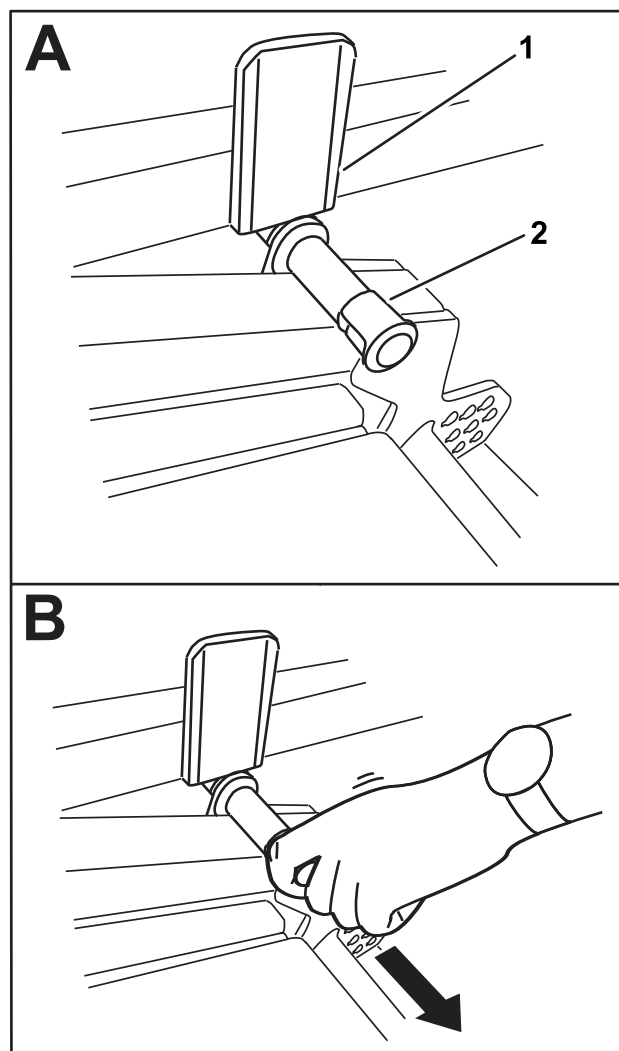

Figure 38
2. Faites pivoter l'unité de coupe lentement vers le bas jusqu'à ce que la goupille touche la plaque du bras de levage (A de la Figure 38).
3. Appuyez sur l'unité de coupe avec le pied et tirez sur la goupille (B de la Figure 38) pour permettre à l'unité de coupe de se stabiliser à la position TRANSPORT.